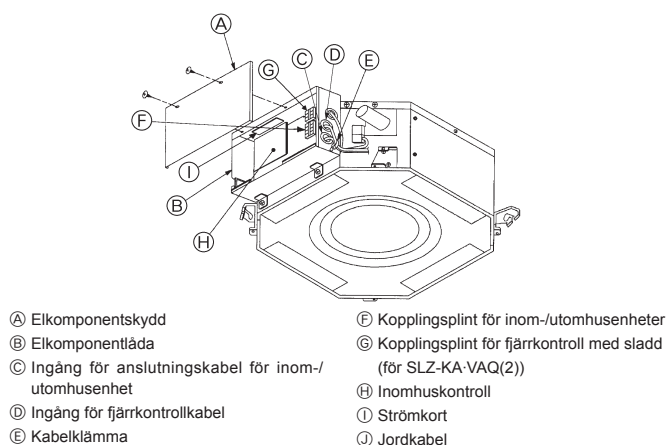
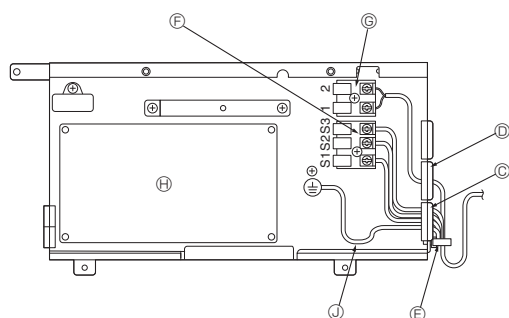

Fig. 7-2
Fig. 7-3
7.2. Inomhusenhet (Fig. 7-2) (Fig. 7-3)